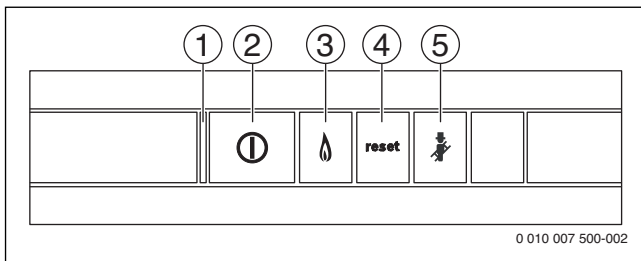

Fig. 8 Taste de operare
- ▶ Porniți aparatul prin intermediul întrerupătorului de pornire/oprire (→ Fig. 8).